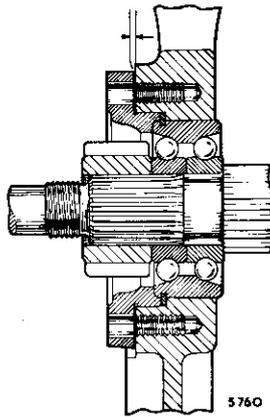

Fig. F.5
(30) Rimontare l'anello di fermo del cuscinetto dell'albero primario senza rasamenti; stringere leggermente i bulloni di bloccaggio e misurare la luce nei punti indicati nella Fig. F.5.